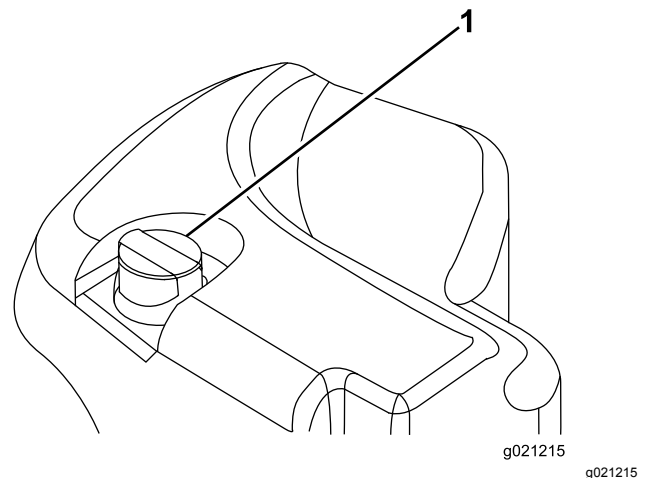

Figure 18
2. Nettoyez la surface autour du goulot de remplissage et du bouchon du réservoir hydraulique (Figure 18).